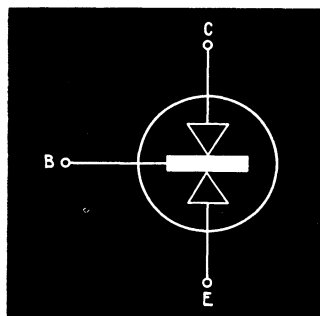

Fig. 8. — Un transistor p-n-p peut être assimilé à deux diodes disposées suivant le croquis.
En réalité, comme nous l'avons indiqué plus haut, un transistor peut être assimilé à deux diodes accolées, dont le sens de la conduction est, respectivement, collecteur-base et émetteur-base (fig. 8). Nous voyons donc que l'expérience (4), où nous avons constaté une nette augmentation du courant de base I_B lors de la coupure du circuit de collecteur, était également la conséquence de la conduction de la diode base-émetteur.